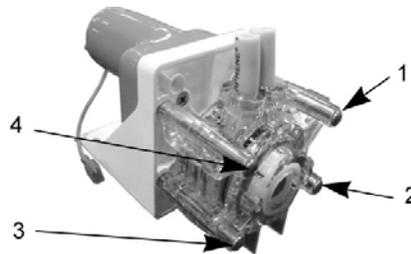

Figura 15. Tornillos en el cuerpo de la bomba
2. Afloje y retire los cuatro tornillos del cuerpo de la bomba (véase la Figura 15.).
7. Sosteniendo las mitades de la bomba con su mano, reinserte los cuatro tornillos de mariposa (véase la Figura 15.) y apriételos utilizando un patrón cruzado tal como se muestra. Los tornillos de mariposa deberán apretarse a 1/4 de vuelta más allá del ajuste apropiado.